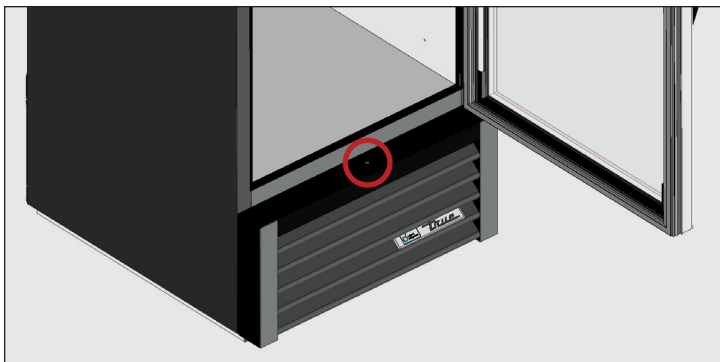

Figure 1. Emplacement des vis de la grille avant.
2. Déposez la grille avant à claire-voie de l'appareil. Voir les figures 1 et 2.